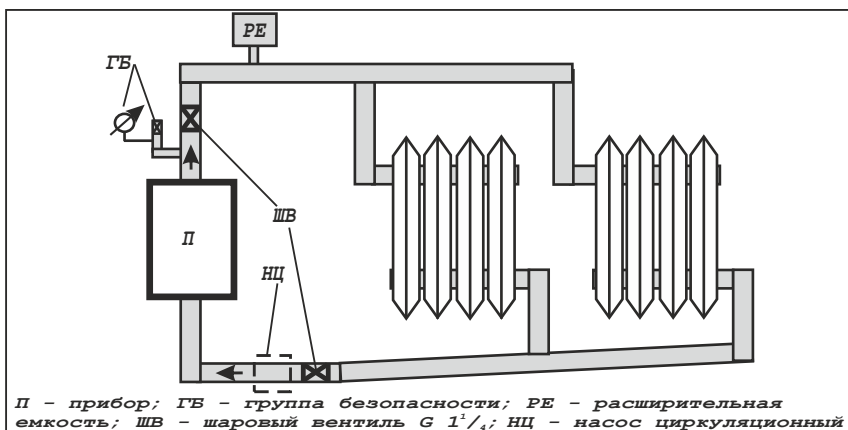

Рисунок 4 - Примерная схема системы отопления
5.9 *Внимание!* При эксплуатации прибора запрещается полностью или частично перекрывать шаровые вентили на входе и выходе из котла (см. рисунок 4).